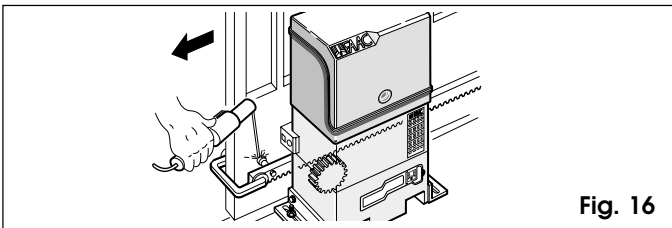

Fig. 16
- 3) Placer sur le pignon le premier élément de la crémaillère en veillant à son niveau et souder l'entretoise filetée sur le portail conformément aux indications de la Fig. 16.